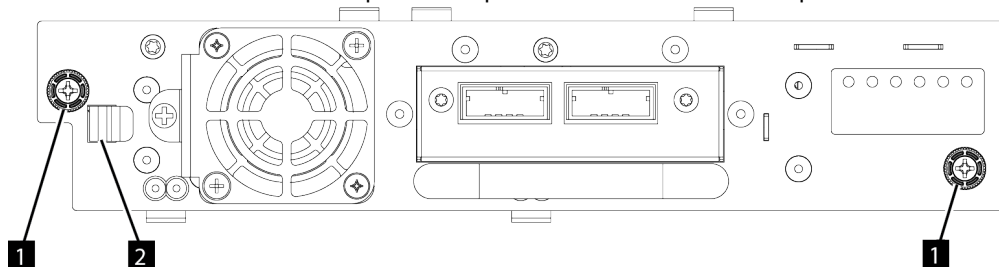

Figura 61. Desbloqueo de la unidad
- Afloje los tornillos de mariposa de color azul (1 en Figura 61 en la página 139) en la unidad de cintas. Presione la palanca de bloqueo (2 en Figura 61 en la página 139) a la derecha y tire hacia atrás en el asa de la unidad de cintas mientras se da soporte a la parte inferior de la unidad para extraerla de la unidad.